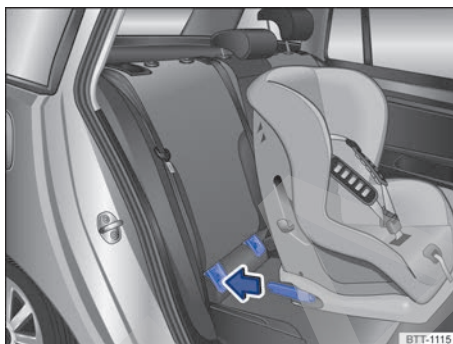

Fig. 26 Representación esquemática: montaje de un asiento para niños ISOFIX con conectores.
- Introduzca los conectores del asiento para niños en los anclajes ISOFIX en el sentido de la flecha → fig. 26. El asiento para niños deberá encastrar de forma segura y audible.